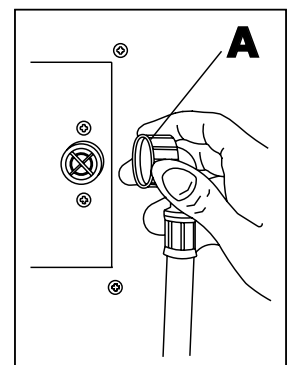

Abb. 6
- Das Wasserrohr an das Anschlussstück (3/4" G) des Gerätes durch Einschrauben des Stutzens anschließen (**A** - Abb. 6). Einen mechanischen Filter und einen Absperrhahn im Kreislauf zwischenfügen.